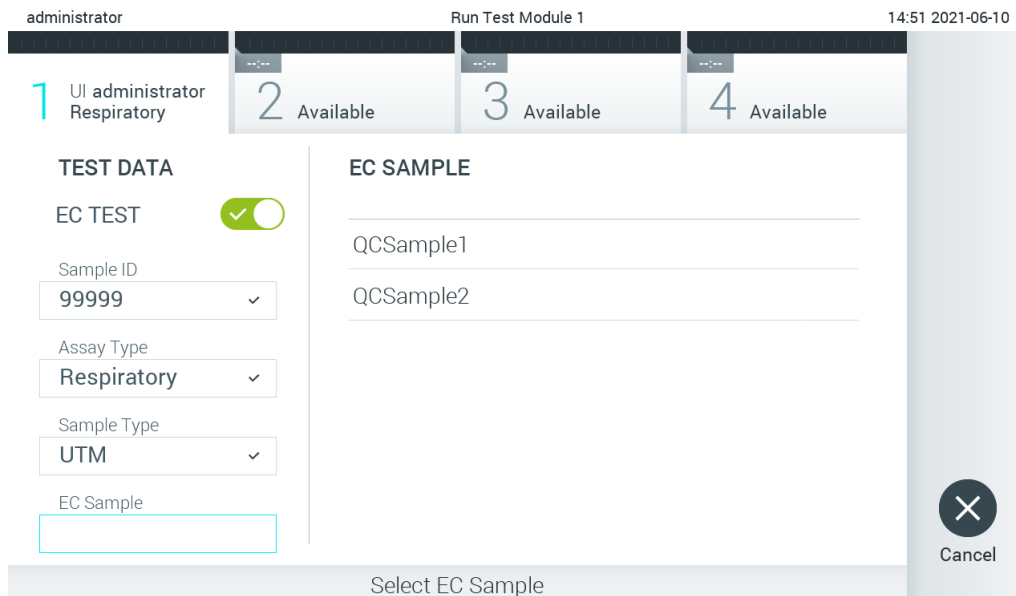

図 92.EC サンプルの選択。
6. リストから適切な EC サンプルを選択します。選択したアッセイの種類の EC サンプルのみが表示されます (図 92)。